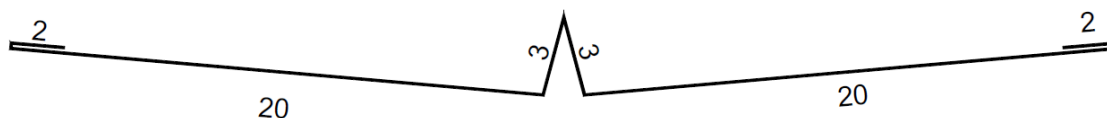

Fig. 13 - Sagoma compluvio metallico
- Per quanto riguarda i compluvi, predisporre preventivamente sul compluvio una fascia di membrana bituminosa larga circa 100cm, per assicurare l'impermeabilizzazione dello stesso. Predisporre sopra alla membrana un compluvio metallico in rame con sagoma tipo Fig. 13, in mezzzeria del compluvio.